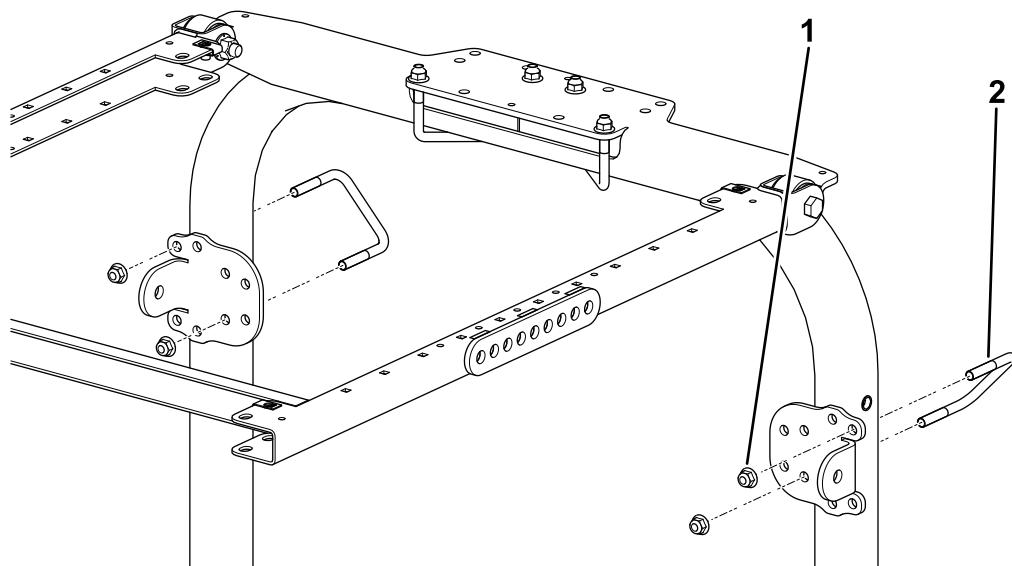

Рисунок 11
10. Используя монтажные отверстия, показанные на Рисунок 11, прикрепите каждый монтажный кронштейн ROPS к верхней части защитной дуги с помощью 2 U-образных болтов (4½ x 2¾ дюйма) и 4 фланцевых гаек.
11. Используя монтажные отверстия, показанные на Рисунок 11, прикрепите, не затягивая, каждый кронштейн подпорки к стойкам защитной дуги с помощью U-образного болта (3½ x 2¾ дюйма) и 2 фланцевых гаек.